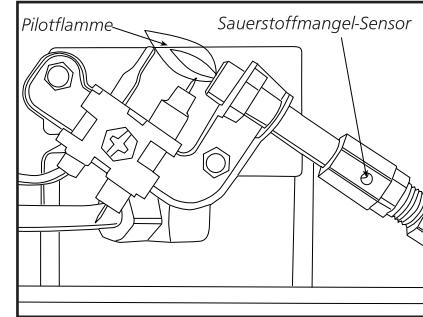

Abbildung 6
- 3 Die vier (4) Schrauben, die die Schutzvorrichtung des Heizgerätes auf der Rückseite festhalten, herausdrehen.
- 5 Die vier (4) Brennerbefestigungsschrauben entfernen und die Gasleitung von der Brennereinheit abnehmen. Die Brennereinheit von der Rückseite des Gehäuses entfernen.
- 7 Die Hauptbrenneröffnungen (in den Öffnungshalter eingefädelt) prüfen und reinigen. Der Öffnungshalter ist mit zwei (2) Schrauben an der Brennereinheit-Venturiröhre angebracht.
- 8 Den Piloten (an einer Halterung befestigt) prüfen und mit einem Staubsauger oder Pressluft durch die Löcher im Piloten reinigen; durch Pfeile markiert in Abbildung 6.